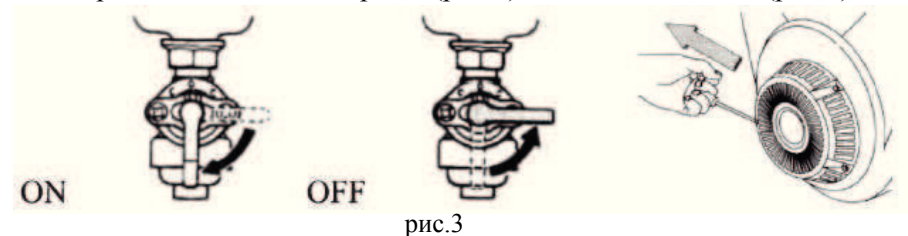

рис.3
5.6.2 Перевести топливный кран **3** (рис.1) в положение “ON” (рис.3).
6.3.1 Демонтируйте крышку 1 (рис.4). При отделении крышки от корпуса не повредите уплотнение. Снимите фильтрующий элемент 2 (рис.3). Убедитесь в чистоте и целостности фильтрующего элемента. При необходимости установите новый фильтр. Воздушный фильтр следует заменять при изменении цвета